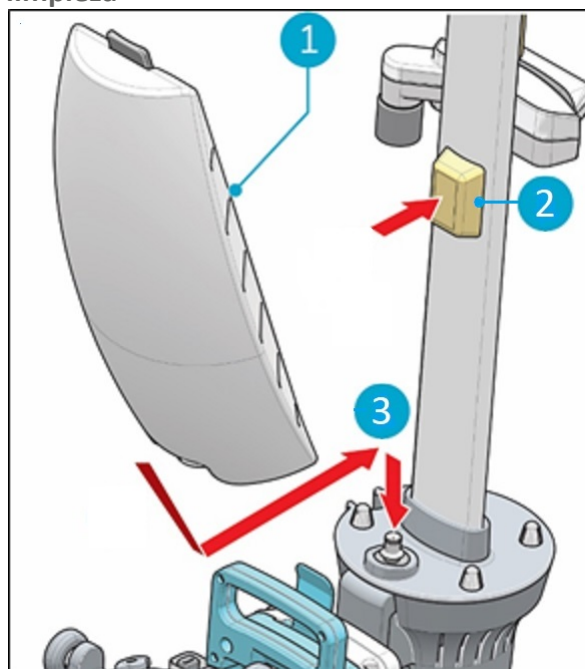

Figura 11
1. Coloca el depósito (Figura 11, pos. 1) sobre la i-mop® Lite con la válvula hacia la máquina.
2. Presiona el depósito hacia abajo sobre la boquilla (Figura 11, pos. 3) para romper el sello de la válvula.
3. Presiona el depósito para colocarlo en su sitio; el imán (Figura 11, pos. 2) lo mantendrá sujeto.